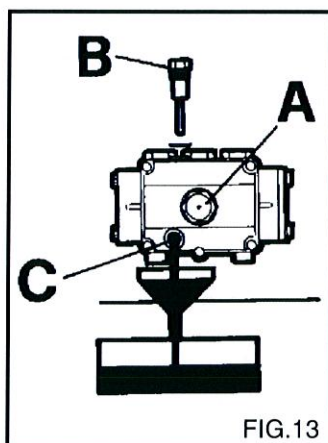

FIG.13
- 1) Skru opp drens-skruen på undersiden av pumpen (fig. 13 C).
- 2) Bruk peilepinnen til å skru av dekslet (fig. 13).